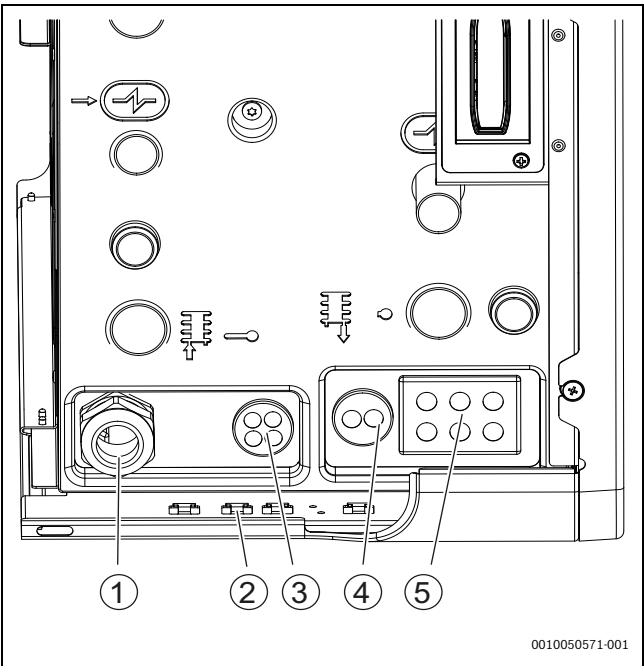
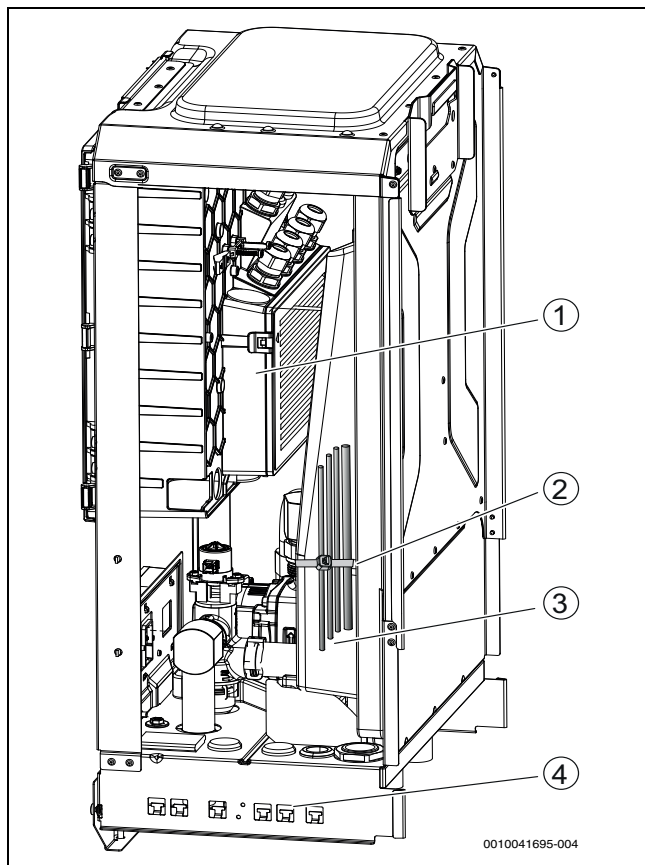

Fig. 31 Entrées de câbles vers l'unité intérieure
Fig. 32 Chemin de câbles
- Faire passer les câbles de raccordement sur les presse-câbles situés à l'arrière de l'unité intérieure. Voir la figure 31 pour l'ordre correct des câbles.
- Fixer les câbles avec des attaches de câbles sur les points de fixation (→Figure 31 [3], figure 32 [2], [4]). Éviter de croiser les câbles.
- Acheminer et fixer les câbles dans l'unité intérieure (→Figure 32).
- Après l'insertion des câbles, serrer le presse-étoupe de câbles (→Figure 31 [1])